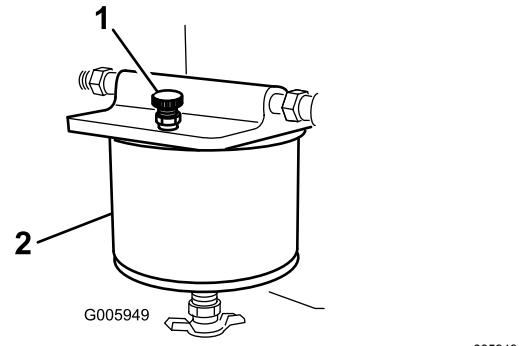

Bild 34
5. Öffnen Sie die Entlüftungsschraube oben am Kraftstofffilter, um die Glocke mit Kraftstoff zu füllen (Bild 34).